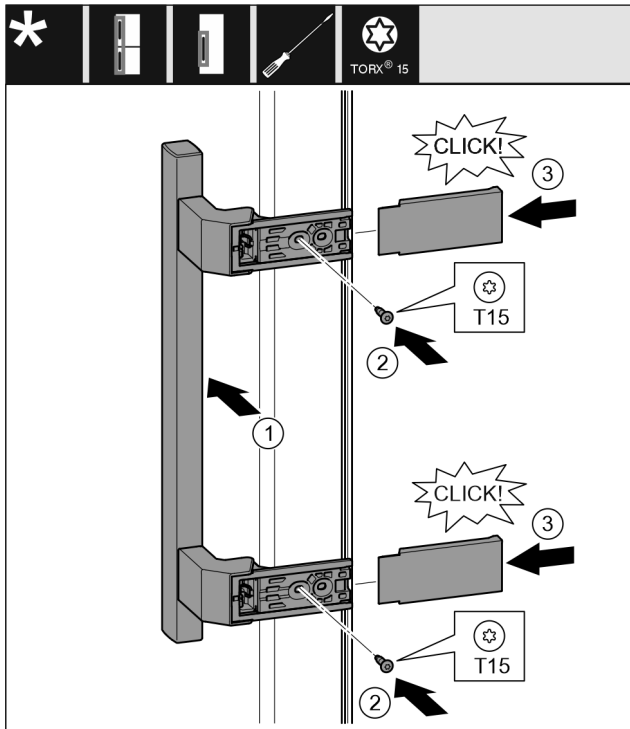

Fig. 21
- ▶ Greep op de tegenoverliggende zijde aanbrengen. Fig. 21 (1)
- ▷ De schroefgaten moeten precies boven elkaar liggen. Fig. 21 (2)
- ▶ Schroeven met schroevendraaier T15 vastschroeven. Fig. 21 (2)
- ▶ Afdekkingen zijdelings aanbrengen en erop schuiven. Fig. 21 (3)